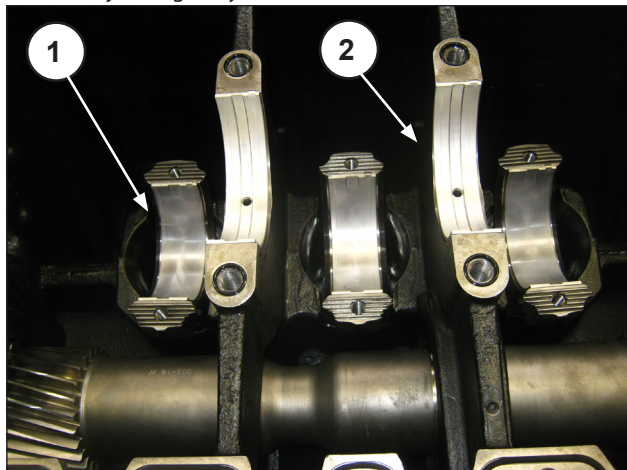

Abb. 95
Setzen Sie die Lagerschalen auf die drei Pleuelhälften und die Halterungen des vorderen Gehäuses (Abb. 95 Pos. ①, ②). Positionieren Sie die drei Gruppen mit dem Pleuelkopf an der Wand der jeweiligen Zylinder.
Halten Sie sich zur Vermeidung möglicher Umkehrungen der Lagerschalen streng an oben sichtbare Abbildung (Abb. 95); insbesondere die Pleuel-Lagerschalen haben keine Nut am Schaft (Pos. ①), während die Kurbelwellenlagerschalen eine Nut und eine Schmieröffnung aufweisen (Pos. ②). Stellen Sie vor der Montage der Kurbelwelle erneut die korrekte Positionierung der Lagerhälften sicher.